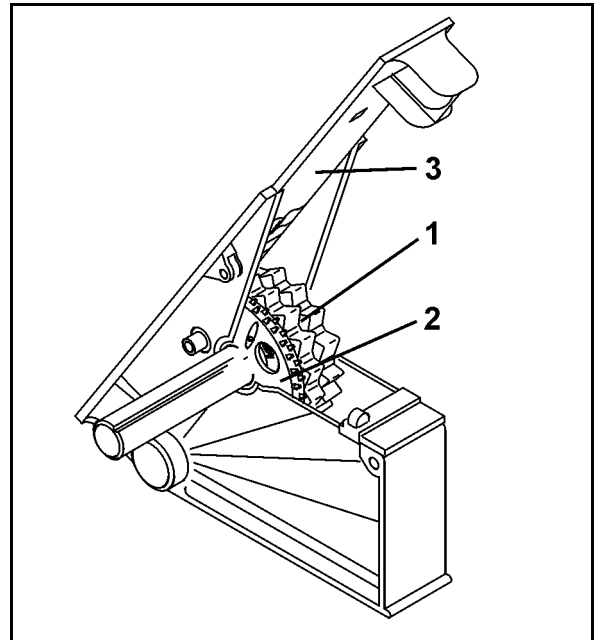

Fig. 12
- o et normalt såhjul (Fig. 12/1)
- o et fint såhjul (Fig. 12/2)
Sperresleidene (Fig. 12/3) har tre innstillinger og må stilles inn avhengig av sågodset.